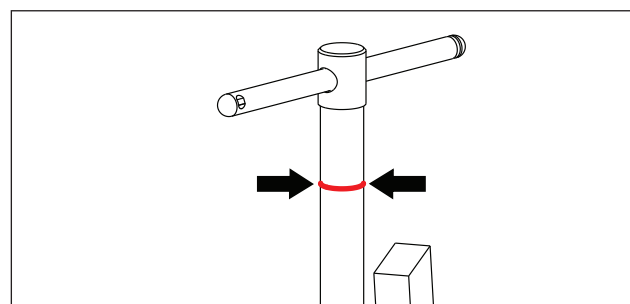

図6: ねじ止めのインジケーター（赤色の輪）
- ・ 取り外す部品の上にプーラーを取り付けた後に、ねじ止めのインジケーターが見えることを確認してください。位置については図6を参照してください。調節ロッドを時計回りに回しすぎている場合、インジケーターは隠れており、ねじ止めの量が十分でないことを示しています。
- 操作中は、プーラーのジョーの表示や調節ロッドの変形に注意してください。図6を参照してください。変形に気付いた場合は、直ちにポンプを停止してください。